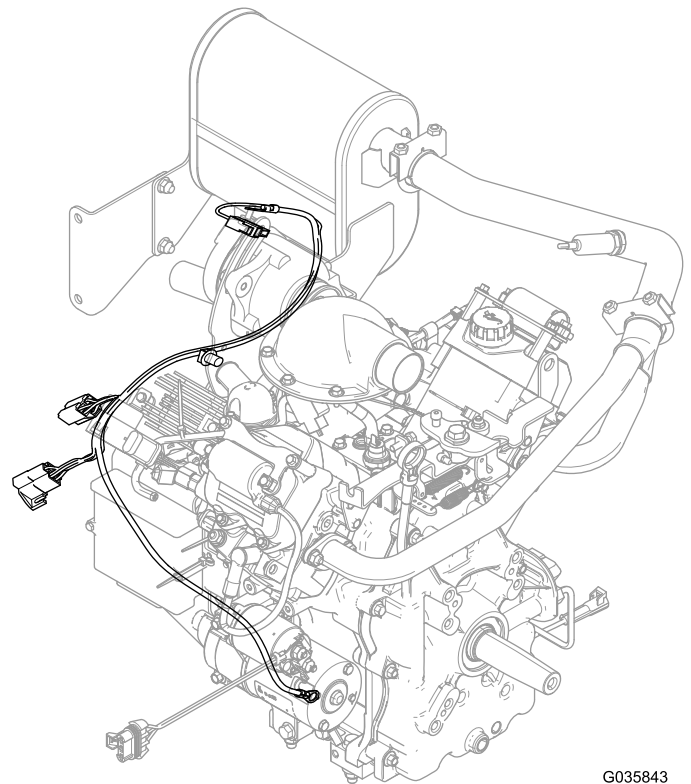

Figure 15
1. Branchez le faisceau de câblage du kit à l'alternateur (Figure 15).
4. Branchez la cosse en anneau positive à la borne positive sur le démarreur (Figure 15).